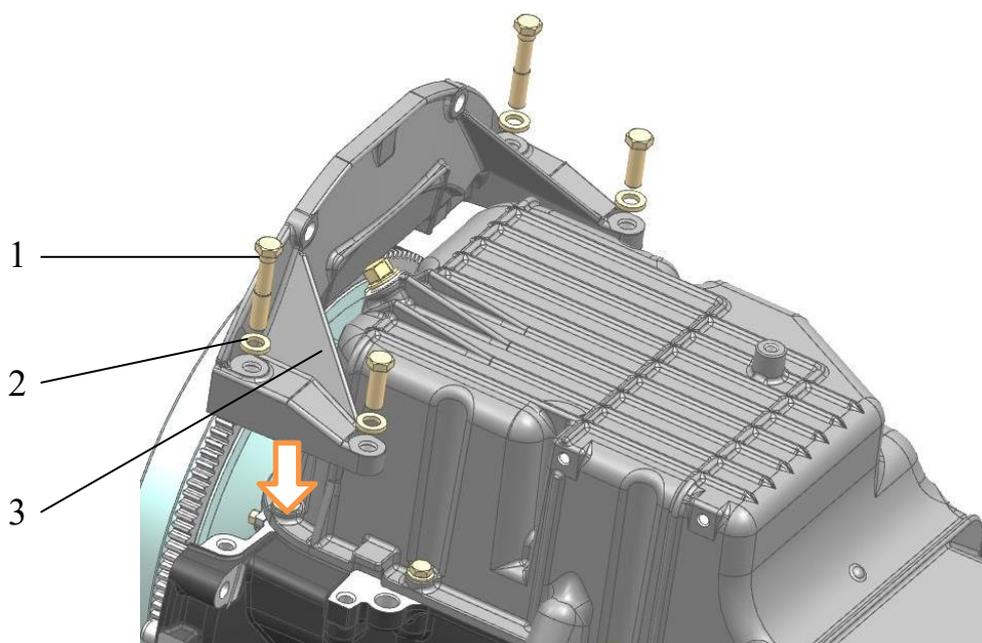

Рис.160. Установка усилителя картера сцепления:
**15.** Установить и закрепить усилитель картера сцепления 3 (рис.160), завернув болты 1 с плоскими шайбами 2 моментом 28,4...35,3 Н·м (2,9...3,6 кгс·м).